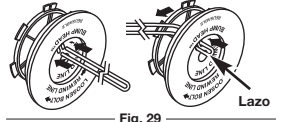

Fig. 29
6. Tome aproximadamente 6 m (20 pies) de nueva línea de corte, enlácela en dos longitudes iguales. Inserte cada extremo de la línea a través de uno de los dos orificios del carrete interior (Fig. 29). Pase la línea a través del carrete interior de modo que el lazo sea lo más pequeño posible.